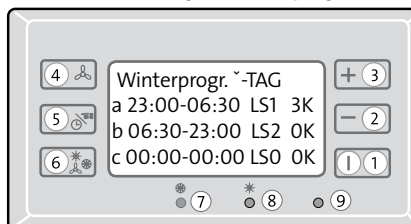

Abb. 6.5
- **Taste 1** drücken. Das Display zeigt den aktuellen Wochentag (So) im „Winterprogramm“. Die Pos. „Wochentag“ blinkt (s. Abb. 6.5). Die Wochentag-Einstellung **blinkt**.